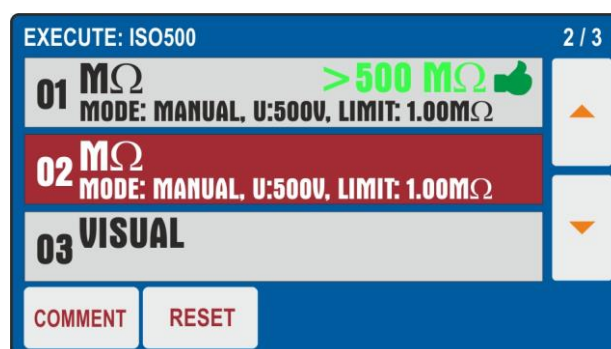

Fig. 77: Función AUTO TEST – Resultado parcial prueba 01
5. Pulse nuevamente la tecla **START/STOP** para finalizar la prueba “01”. El instrumento guardará el primer resultado parcial del Autotest y se prepara automáticamente para la realización de la siguiente prueba “02” (ver la Fig. 77)